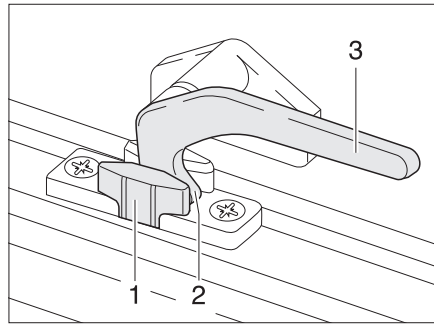
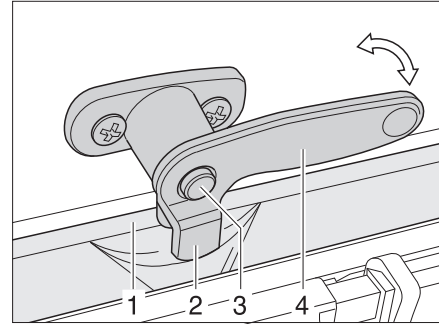

Fig. 68 Palanca de bloqueo en posición "Ventilación continua"
Fig. 69 Palanca de bloqueo con botón de seguridad en posición "Ventilación continua"
- En la posición "Ventilación continua" (Fig. 68)
- Caso disponible, presionar y mantener presionado el botón de seguridad (Fig. 69,3).
- Girar la palanca de bloqueo (Fig. 68,3 ó Fig. 69,4) un cuarto de vuelta hacia la mitad de la ventana.
- Girar de nuevo hacia atrás la palanca de bloqueo. El saliente de bloqueo (Fig. 68,2 ó Fig. 69,2) se ha de introducir para ello en el rebaje del bloqueo de la ventana (Fig. 68,1 ó Fig. 69,1).